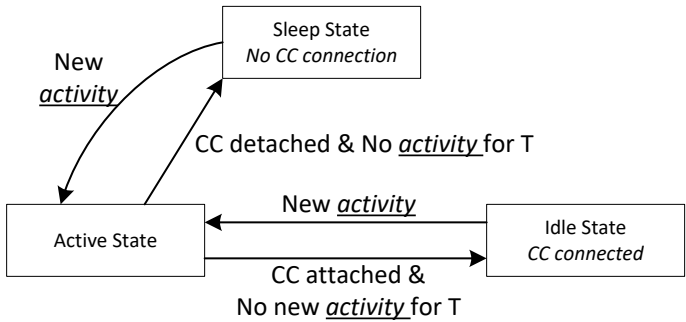

图 7-24. 电源状态的流程图
转换。请参阅图 7-24。在睡眠状态下，TPS26750 会检测 Type-C 连接。在工作模式与空闲模式之间转换需要一段时间 (T)，而不执行以下任何活动：